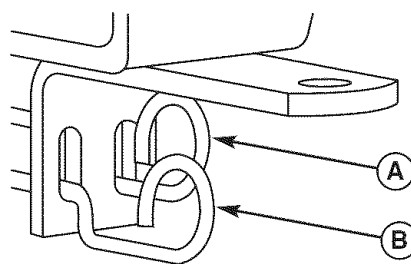

Figura 3. Palanca de Desembrague de la Banda
2. Ubique las palancas de desembrague de la transmisión (A y B, Figura 3) en la parte trasera de la unidad.
3. Jale las dos palancas hacia atrás y abajo para desembragar las transmisiones (posición B, Figura 3).
5. Después de mover el tractor, ponga el freno de mano en PARK y mueva la palanca de desembrague de la transmisión hacia arriba y adentro para volver a embragar las transmisiones (posición A, Figura 3).